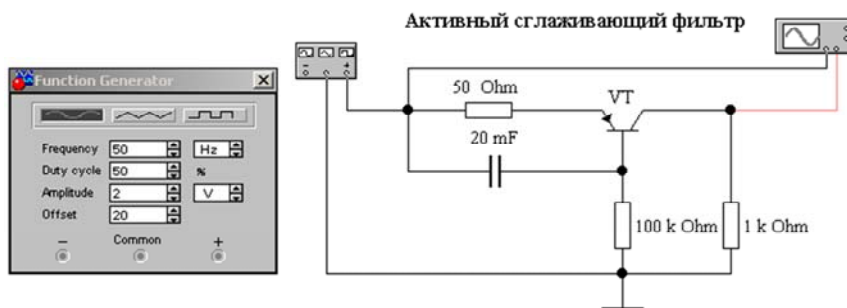

Рис. 17.1. Транзисторный фильтр (файл **act\_sf1.ewb**)
1. Исследование активных сглаживающих фильтров. Рассмотреть работу транзисторного фильтра (файл **act\_sf1.ewb**, рис. 17.1) при различных амплитудах функционального генератора.